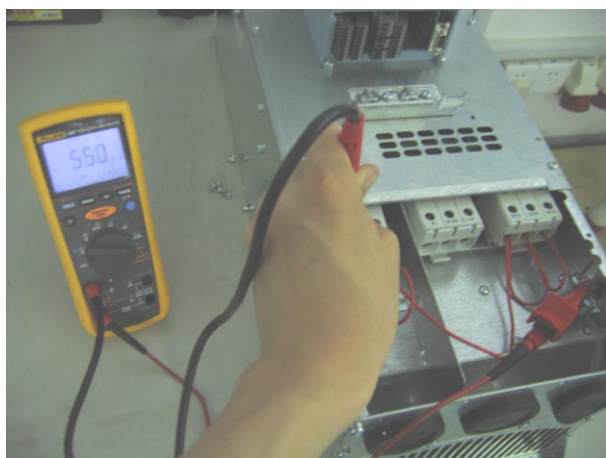

图2-3
- 按住‘Insulation test’测试键,读出表上所显示的阻抗值。读数达到稳定可能需要几秒钟。阻抗值越高越好,此时读数为550兆欧,可以判断该绝缘良好。如图2-3。